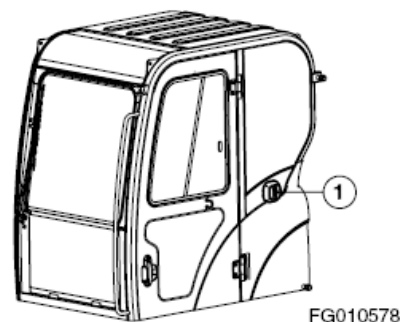

Figura 89
1. El pestillo lateral de la puerta (1, Figura 89) se usa para asegurar la puerta al lateral de la cabina cuando se abre.